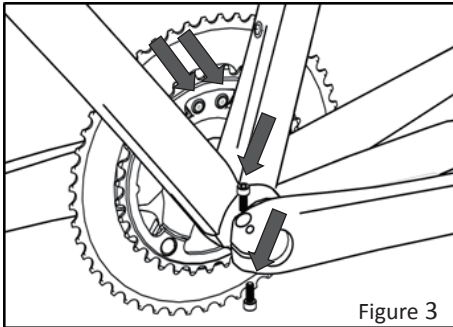

Figure 3
Étape 1 : vérifiez si tous les boulons sont serrés à la valeur de couple correcte, comme indiqué dans la figure 3.